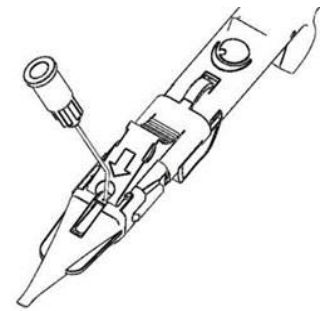

Fig.6
8. Introdurre nel lume situato davanti alla sicura rossa la cannula (23G o superiore) di una siringa contenente sostanza viscoelastica. Iniettare la sostanza viscoelastica attraverso il lume come illustrato in Fig. 6. Riempire l'ugello della cartuccia fino a metà è sufficiente.